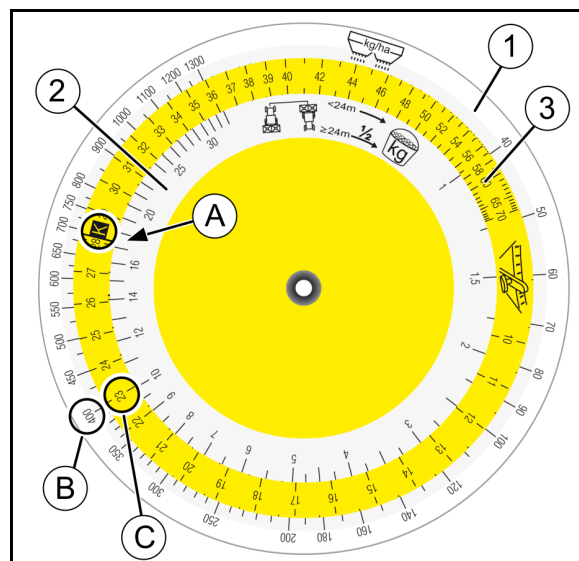

図 61
収容した量 [kg] 用の目盛り (図 61/2) で数値 17.5 (A) を探し、カラーの目盛り (図 61/3) の位置 K と合わせます。
8. 散布量用の目盛り (図 61/1) で希望する散布量 (400 kg/ha) (B) を探し、必要なシャッター位置 (位置) 23 (C) を読み取ります。